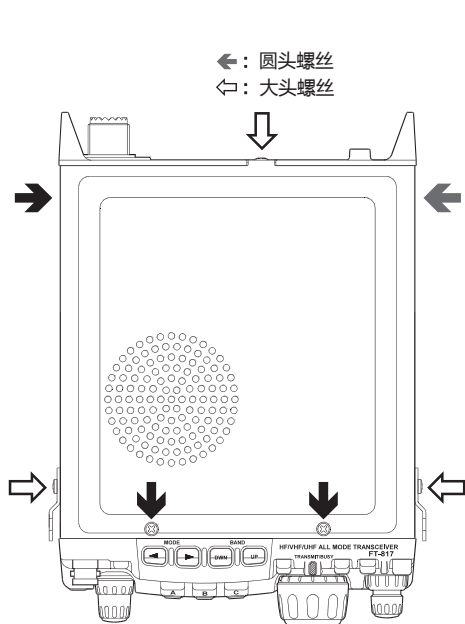

图1
- 2、参考图1，卸下对讲机两侧的肩带固定扣及每侧的两个固定螺丝，然后卸下固定对讲机上盖的5个螺丝，取下上盖；再取下上盖时拔掉扬声器的连接线。
- 2、参考图1，卸下对讲机两侧的肩带固定扣及每侧的两个固定螺丝，然后卸下固定对讲机上盖的5个螺丝，取下上盖；在去下上盖时拔掉扬声器的连接线。